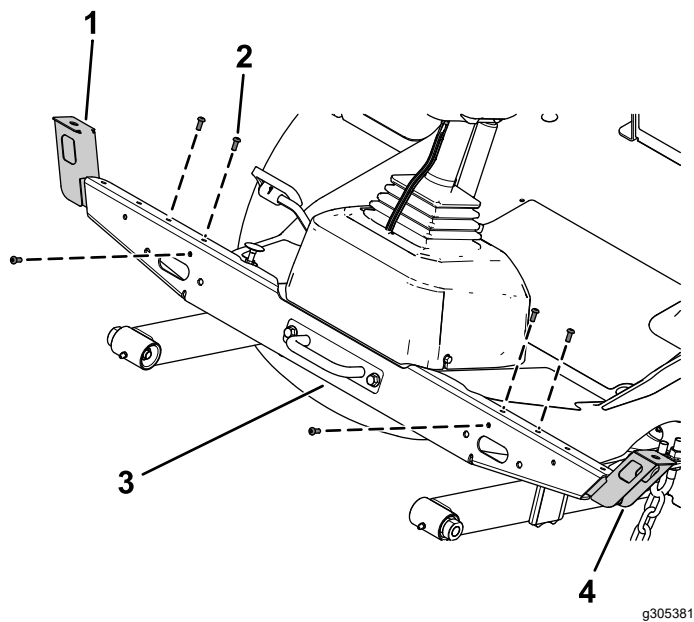

Figure 13
- 3. Fixez les supports de phares gauche et droit sur le support transversal en vissant 3 boulons à tête ronde ($\frac{1}{4}$ " x $\frac{5}{8}$ ") dans les écrous rapides de chaque côté (Figure 13).